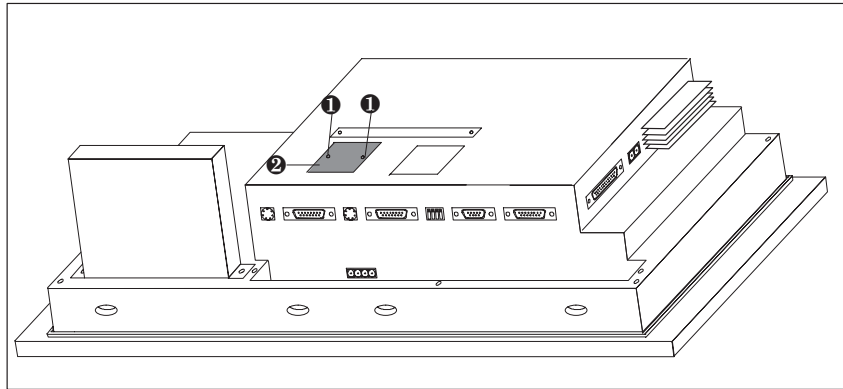

Figura 18-8 Quitar la cubierta (ejemplo OP37)
2. Afloje dos remaches entallados ❶ y retire la cubierta marcada con ❷ en la figura 18-8 de la pared trasera del OP.